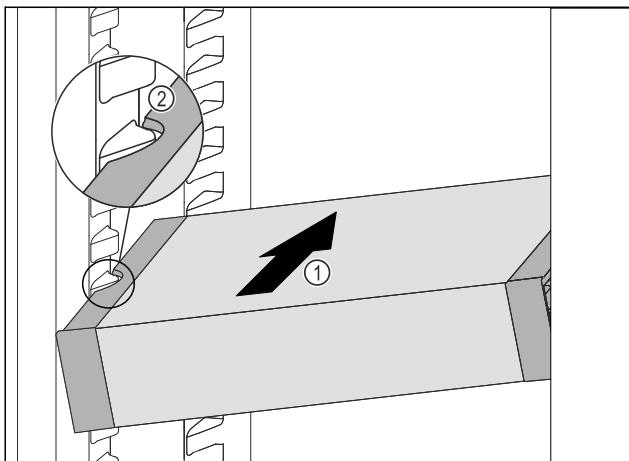

Fig. 69
- Împingeți VarioSafe oblic în frigider Fig. 69 (1), până când degajările laterale Fig. 69 (2) ale VarioSafe se află la înălțimea nervurii recipientului din frigider.